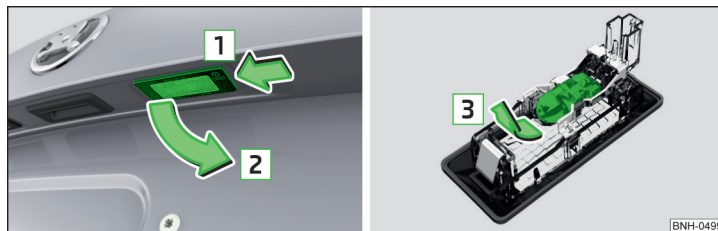

Fig. 190 Demontarea lămpii pentru numărul de înmatriculare/Înlocuirea becului
- Apăsați lampa în sensul săgeții **1** » fig. 190, până când se desprinde.